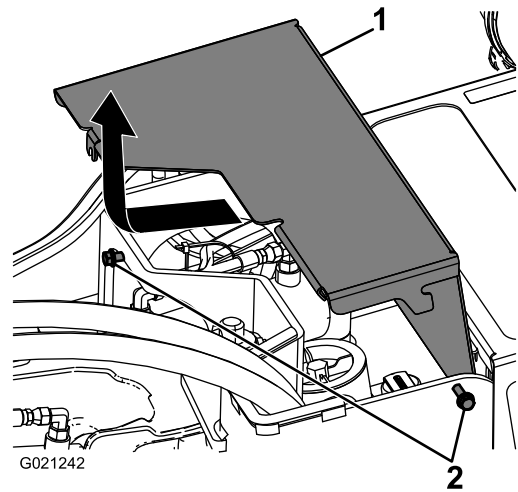

Figure 24
3. Desserrez les 2 boulons qui fixent le capot avant à la machine (Figure 24).
4. Glissez le capot légèrement vers l'avant et tirez-le vers le haut pour le déposer (Figure 24).
5. Pour monter le capot avant, glissez-le en place et resserrez les 2 boulons desserrés précédemment (Figure 24).